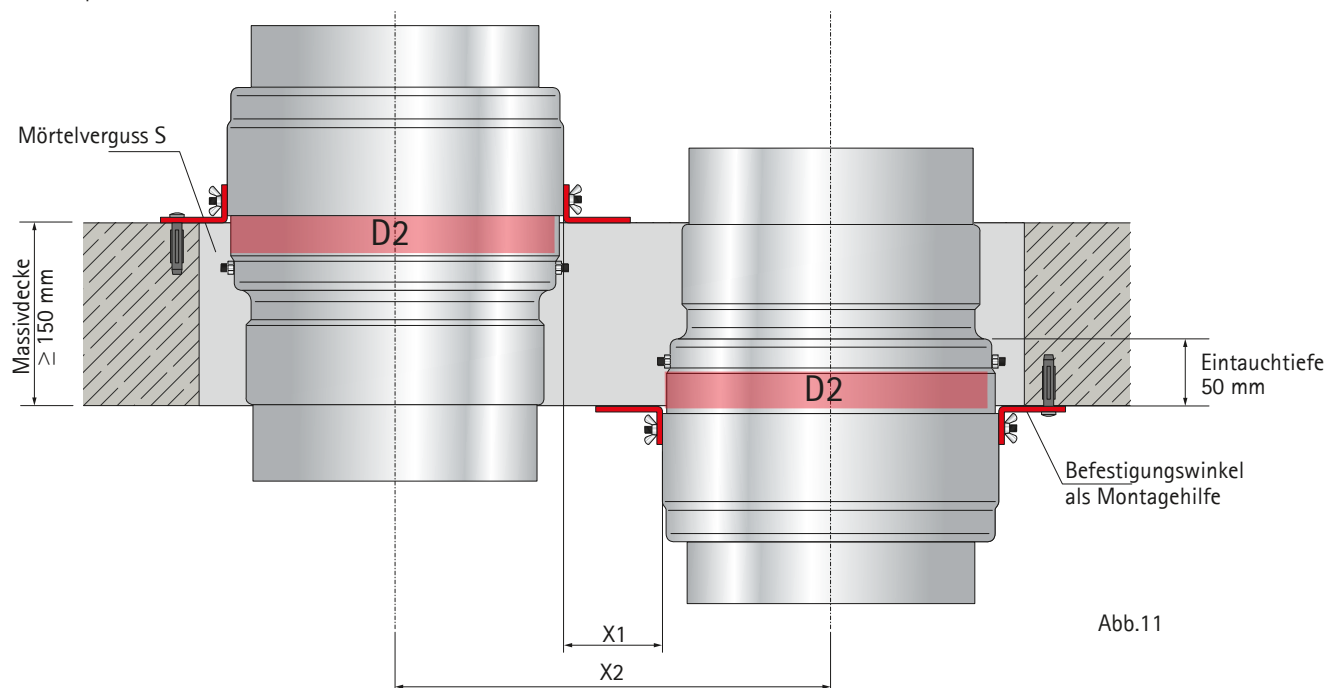

Abb.11
4. Absperrvorrichtung WFK-M-LüAR mit dem Befestigungswinkel bei Einbau auf der Geschossdecke bündig auf der Oberkante der Decke positionieren, bei Einbau unter der Geschossdecke, Befestigungswinkel bündig auf der Unterkante der Decke positionieren (Abb.11, Seite 8). Verschraubung bei Bedarf
4. Einbauöffnung durch Kernbohrung oder Durchbruch herstellen (Abb.11, Seite 8)
5. Absperrvorrichtung WFK-M-LüAR mit dem Befestigungswinkel bei Einbau auf der Geschossdecke bündig auf der Oberkante der Decke positionieren, bei Einbau unter der Geschossdecke, Befestigungswinkel bündig auf der Unterkante der Decke positionieren (Abb.11, Seite 8). Verschraubung bei Bedarf. Wand - / Deckenbündiger Schenkel kann bei Platzmangel gekürzt werden
Befestigungswinkel müssen bündig (Abb.11; Abb.14, ②) mit der Wand abschließen, Verschraubung bei Bedarf
Befestigungswinkel müssen bündig (Abb.11; Abb.14, ②) mit der Wand abschließen, Verschraubung bei Bedarf.